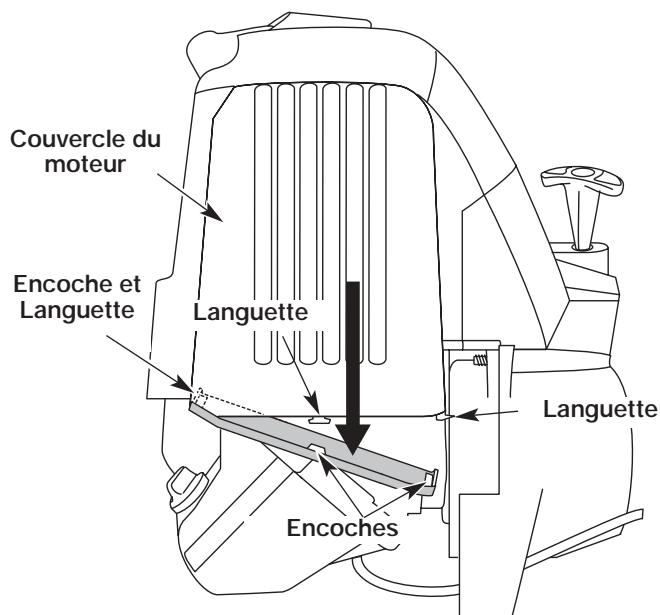

Fig. 41
1. Retirez le couvercle du silencieux en appuyant sur le coin à l'aide d'un tournevis à lame plate (Fig. 41). Glissez les encoches sur les côtés du couvercle par-dessus les languettes du couvercle du moteur et retirez le couvercle.
13. Remplacez le couvercle du silencieux. Glissez avec un déclic les encoches sur les côtés du couvercle par-dessus les languettes du couvercle du moteur (Fig. 41).